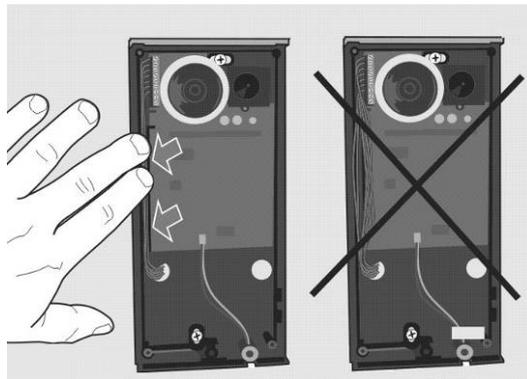

Abbildung 2.7 Verkabelung
Der Anschluss der Kabel erfolgt wie in Kapitel 2.3, Montage – elektrische Installation, beschrieben. Stellen Sie sicher, dass die Kabel während der Installation der Kunststoffabdeckung nicht eingeklemmt werden (Abbildung 2.7).
- Stellen Sie sicher, dass die Verkabelung der 2N® EntryCom IP ordnungsgemäß durch den Schlitz auf der linken Seite gezogen wurde (siehe Abbildung 2.7).